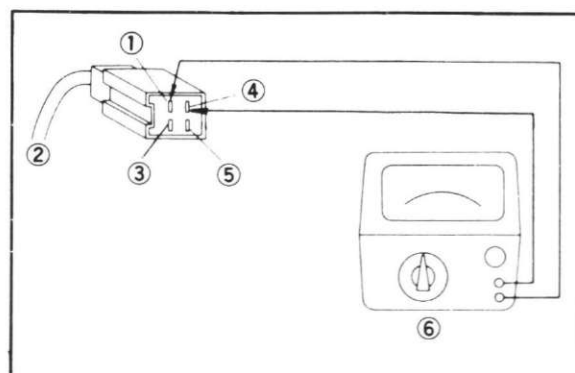

Fig. 6-1-16
(Fig. 6-1-16)
- h. Essai No. 4: raccorder les sondes de l'ohmmètre aux fils brun et vert. (Fig. 6-1-16)
- h. Für die Widerstandsprüfung Nr. 4 sind die zwei Anschlüsse des Ohmmeters mit dem braunen und grünen Draht zu verbinden. (Abb. 6-1-16)